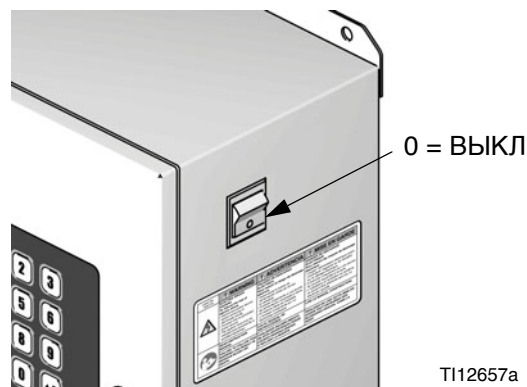

Рис. 12. Выключение питания
3. Выключите питание системы ProMix 2KS (приведите выключатель в положение 0). Рис. 12.